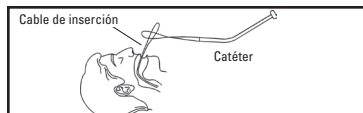

Figura 3
- Introduzca el cable de inserción a través del lazo del cable del dispositivo One Step Button (Figura 3).